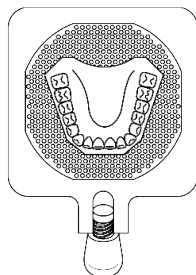

Fig. 4
- Placez l'empreinte sur la plaque à vide (fig. 4).